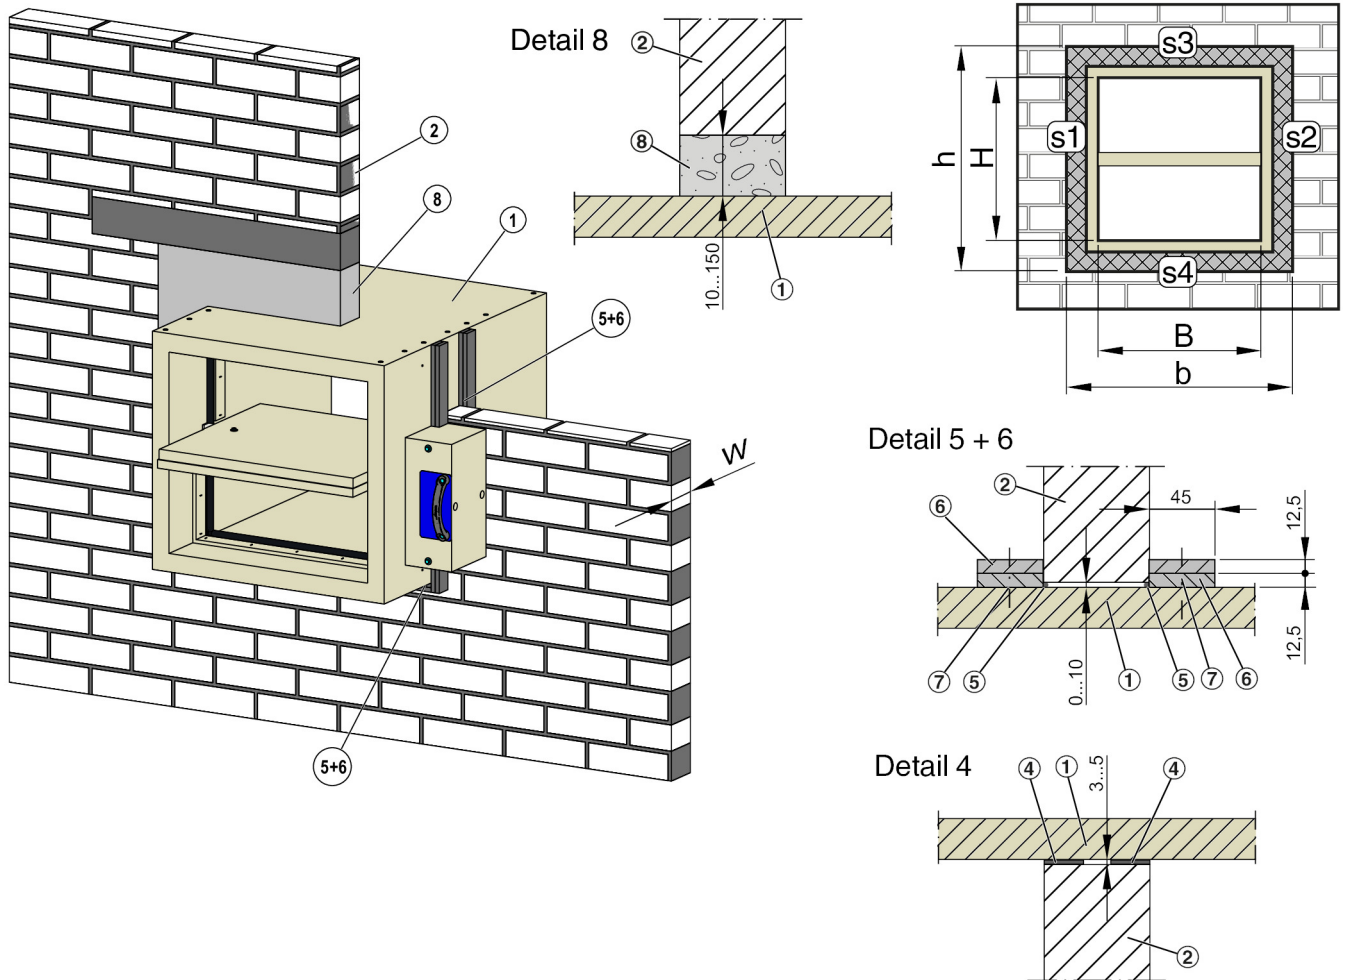

Abb. 13: Nass-Trockeneinbau in Massivwand, Einbauvariante 2a, Klassifizierungsindex: v_{ew}
1. \blacktriangleright Einbauöffnung fachgerecht herstellen, siehe Abb. 13 .